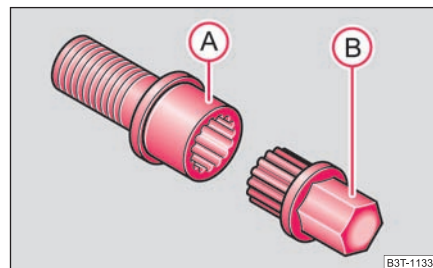

Fig. 221 Tornillo de seguridad para ruedas con adaptador
- Introducir el adaptador (B) con su lado dentado hasta el tope de tal modo en el dentado interior del tornillo de seguridad para ruedas (A), que ya sólo sobresalga el hexágono exterior ⇒ fig. 221. ►